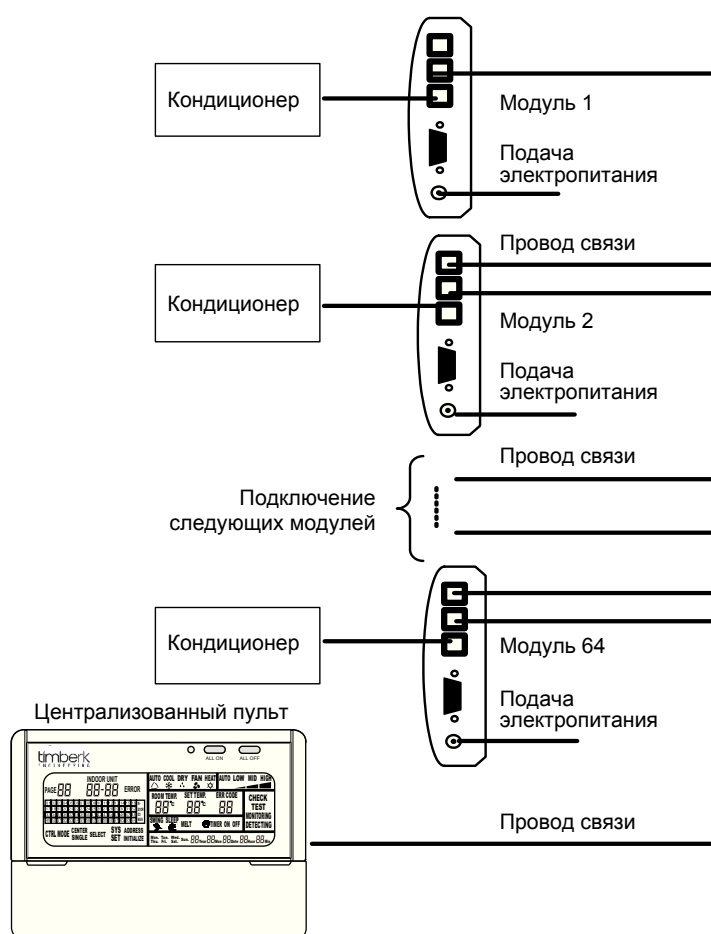

Рис. 6.39
6.4.2.4 Подключение пульта централизованного управления к блокам коммутации (см. рис. 6.39).